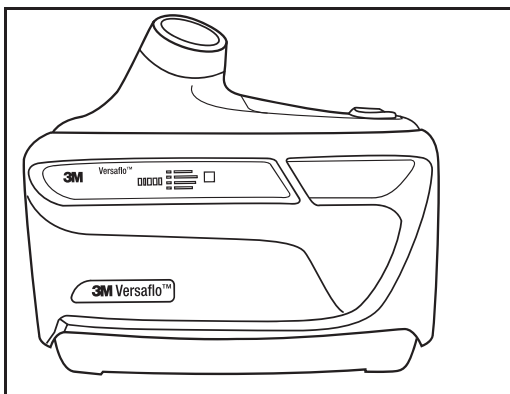

Fig. 14 Respirador Purificador de Aire Forzado 3M™ Versaflo™ TR-600 con etiqueta visible de filtro/cartucho
- Si usa la cubierta para filtro, la etiqueta del filtro/cartucho debe quedar visible a través de la ventana de la cubierta para filtro (Fig. 14).